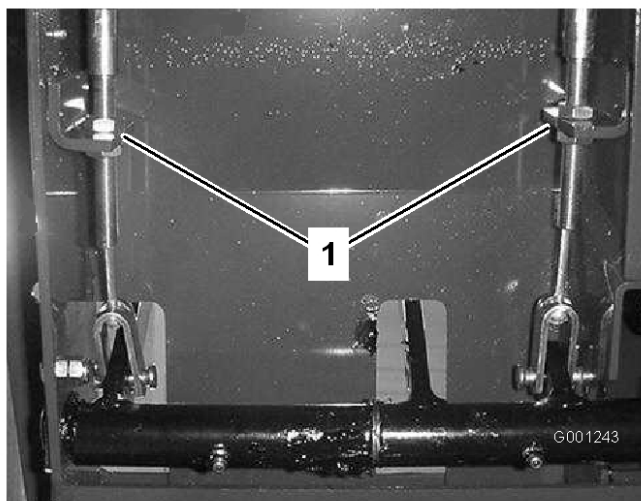

Bild 61
2. Lockern Sie zum Reduzieren des Spiels der Bremspedale die vordere Mutter am Gewindeende des Bremszugs (Bild 61). Ziehen Sie dann die hintere Mutter fest, um den Zug nach hinten zu bewegen, bis die Bremspedale ein Spiel zwischen 13 und 25 mm aufweisen.